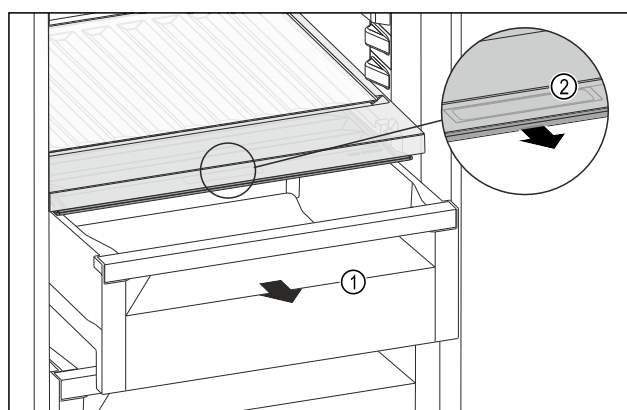

Fig. 195
- ▶ Izvucite ladicu Fig. 195 (1).
- ▶ Primite ručku Fig. 195 (2) na poklopcu pretinca i istodobno povucite poklopac pretinca prema naprijed.